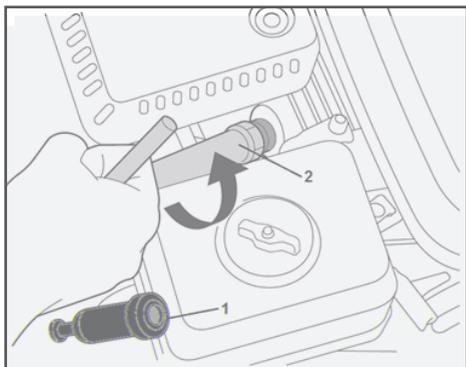

Рис. 14 Откручивание свечи зажигания
1. Снимите колпачок высоковольтного провода 1 (Рис. 14) со свечи зажигания и удалите грязь вокруг свечи зажигания.
2. Открутите свечу зажигания свечным ключом 2 (Рис.14).